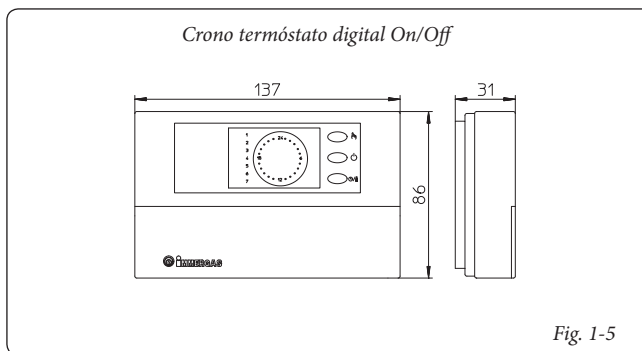

Fig. 1-5
- Crono termóstato digital On/Off (Fig. 1-5). O crono termóstato permite: